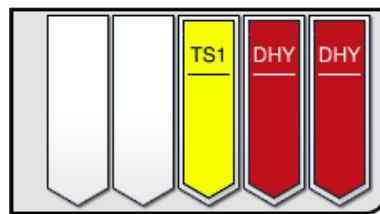

図85
- ・ラックは、染色処理終了後に取り出し用待機槽（→「図19-4」）の空いた場所に移されます（→「図85」）。処理の終了は、情報メッセージと信号音でユーザーに通知されます。